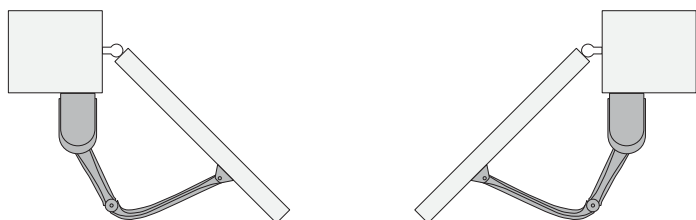

Fig. 20
11. Nach der Installation und der Einstellung der Motoren die Flügel auf der Mitte ihres Wegs positionieren, damit sie nach der Ausführung der elektrischen Anschlüsse die Öffnung und Schließung korrekt lernen **Abb. 20**.